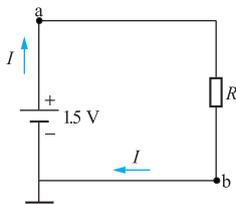

图 1-3 电池组成的闭合回路图
在实际用电当中，以电池组成的闭合回路，电流是从电池的正极流出，经过负载，再流入电池的负极。如图 1-3 所示，电流不仅有方向，而且有大小之分。为了能定量地描述电流的大小，我们通常把在某一单位时间内，通过某横截面的电荷数的多少，就定量为电流强度 (I)。将电荷数的多少用电量 q 表示，单位时间用 t 表示，那么得到电流基本运算公式如下：
习惯上，我们经常把某一点的电压称作电位（或电势）。如图 1-3 所示，干电池⊕极处为高电位，负极为零电位处；a 点也为高电位，b 点为低电位。而两点之间的电位差就为这两点间电压差（或称为电位差、电势差），习惯上就称为电压。图 1-3 中， $U_a - U_b = U_{ab} = U_R$ ，即为电阻 R 两端的电压。它总是和电路的两个点的位置有关，电压仍然有方向性，电压的方向规定为由高电位端（+极）指向低电位端（-极），也就是电位降低的方向。例如，图 1-3 中电压方向是由电池的正极（+）指向电池的（-）极，在电阻 R 上产生电压降。
习惯上，高电位处我们就用这位置实际电压数值表示，而低电位的负极用“⊥”或“⊥”表示零电位处，常称电位地。如图 1-3 所示中 a 点用 1.5V 表示，b 点处用“⊥”表示零电位。
我们知道，电是用电压和电流来描述的，那么电流与电压有什么关系呢？在图 1-3 中，电阻 R 是对电流起阻碍作用的，这个